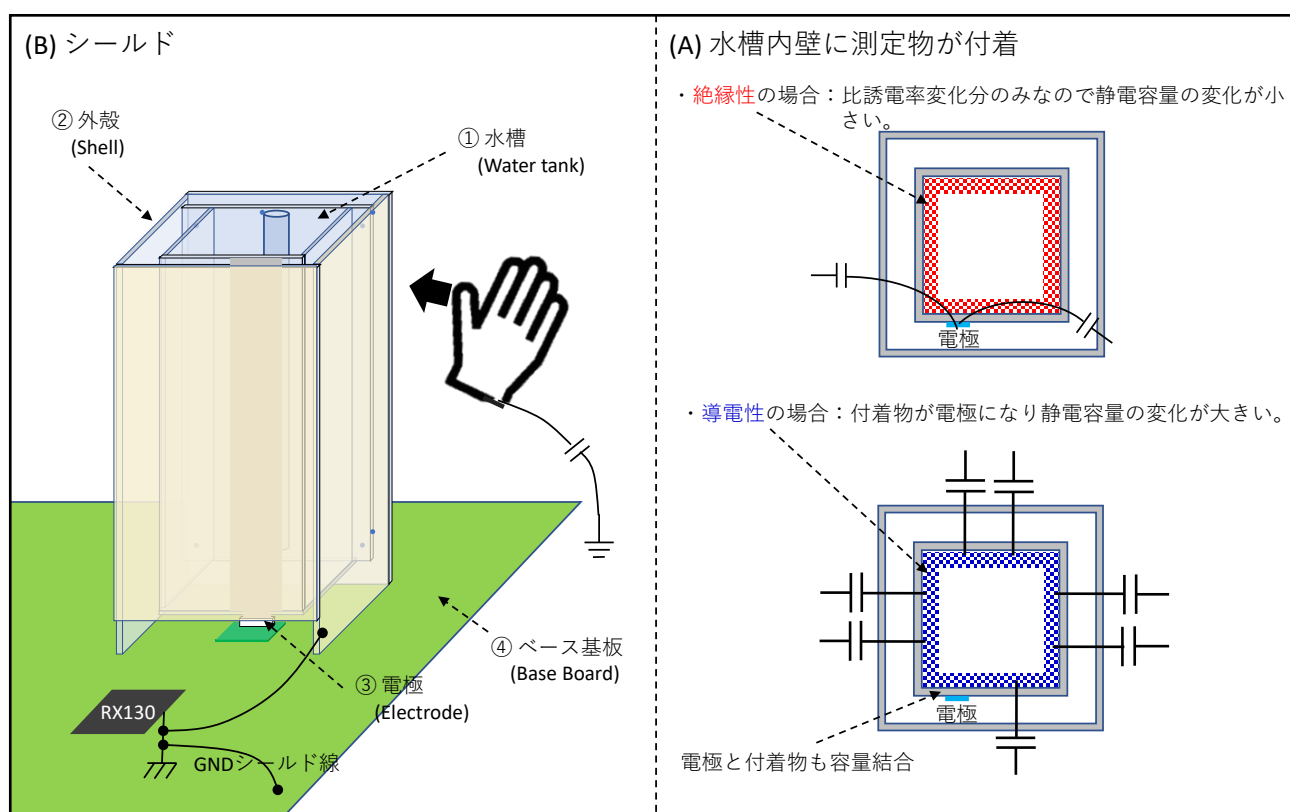

Figure 5-1 水位計測の注意とシールドについて
一般的に電極の静電容量は、電磁界が一定であれば電極周囲を取り巻く物質の比誘電率に依存して変化しますが、測定物が導電性の場合は測定物自体が電極として機能することで、絶縁物質とは異なる挙動をするため注意が必要です(Figure 5-1の(A))。具体的には、水槽内壁の水位より高い位置に水膜や水泡が付着することで、付着位置を水位とした計測結果になる場合があります。通常の水は不純物を含むため本資料では導体として扱います。
静電容量方式センサによる正しい計測のためには、電極の受ける計測物以外からの影響を遮断しなければなりません。本デモセットではシールド効果を確認するために「右側の水槽外殻への導体シート」と「ベース基板への導電性マット」を取り付けています。これらとマイコン GND 接続することでシールド効果を確認することができます。(Figure 5-1 (B))